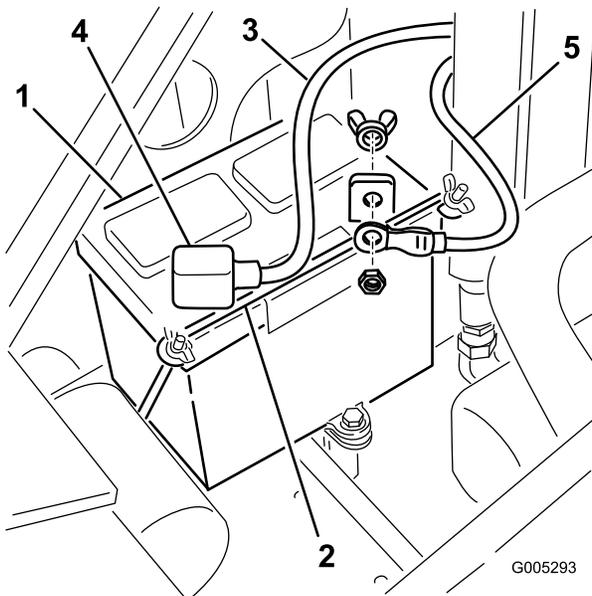

Рисунок 31
4. Снимите барашковые гайки и планку крепления аккумулятора (Рисунок 31).
5. Отсоедините отрицательный (черный) кабель от штыря аккумулятора (Рисунок 31). Сохраните крепежные детали.
7. Отсоедините положительный (красный) кабель от штыря аккумулятора (Рисунок 31). Сохраните крепежные детали.
1. Используя ранее снятые крепежные детали, подсоедините положительный (красный) кабель к положительному (+) штырю аккумулятора (Рисунок 31).
3. Используя ранее снятые крепежные детали, подсоедините отрицательный (черный) кабель к отрицательному (-) штырю аккумулятора (Рисунок 31).
4. Прикрепите аккумулятор, используя планку и барашковые гайки (Рисунок 31).